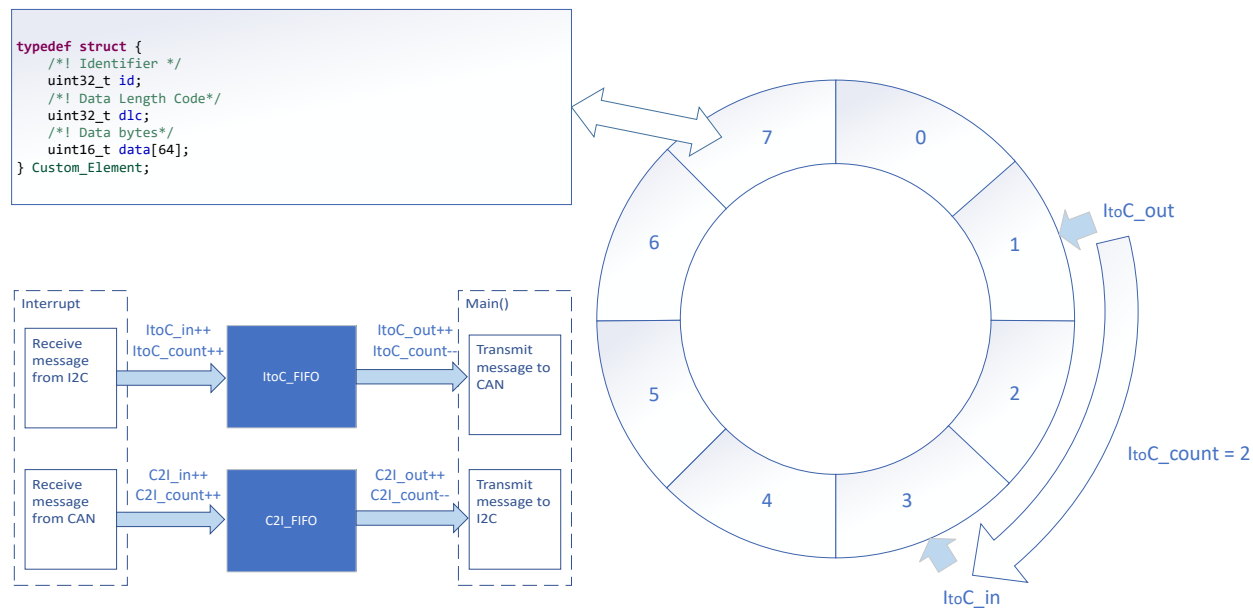

图 34. 桥接器结构
- b. 考虑要转换哪些信息以及相应的载体（变量、FIFO）。在示例代码中，标识符、数据和数据长度从一个接口转换到另一接口。代码中定义了两个 FIFO，如图 34 所示。